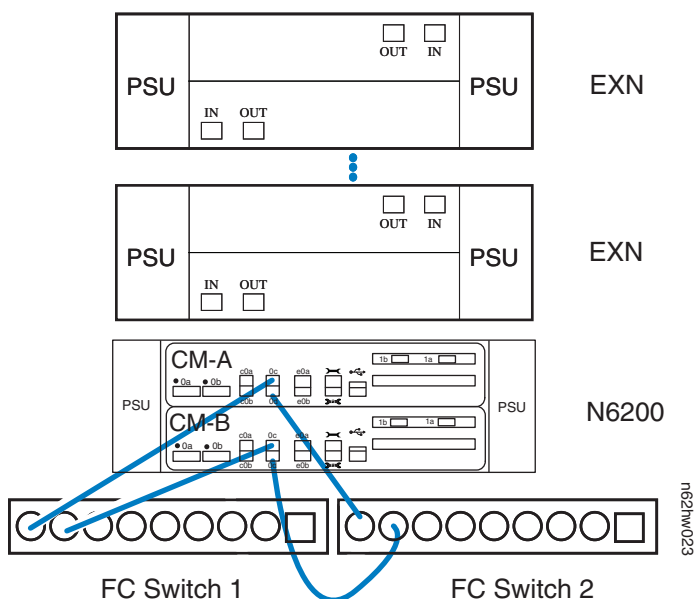

图 8. 将 N6200 系列系统用电缆连接到光纤通道交换机
1. 如图 8 所示，将顶部和底部控制器模块（CM-A 和 CM-B）的板载端口 0c 用电缆连接到一个光纤通道交换机上的两个端口。
2. 如图 8 所示，将顶部和底部控制器模块（CM-A 和 CM-B）的板载端口 0d 用电缆连接到另一个光纤通道交换机上的两个端口。